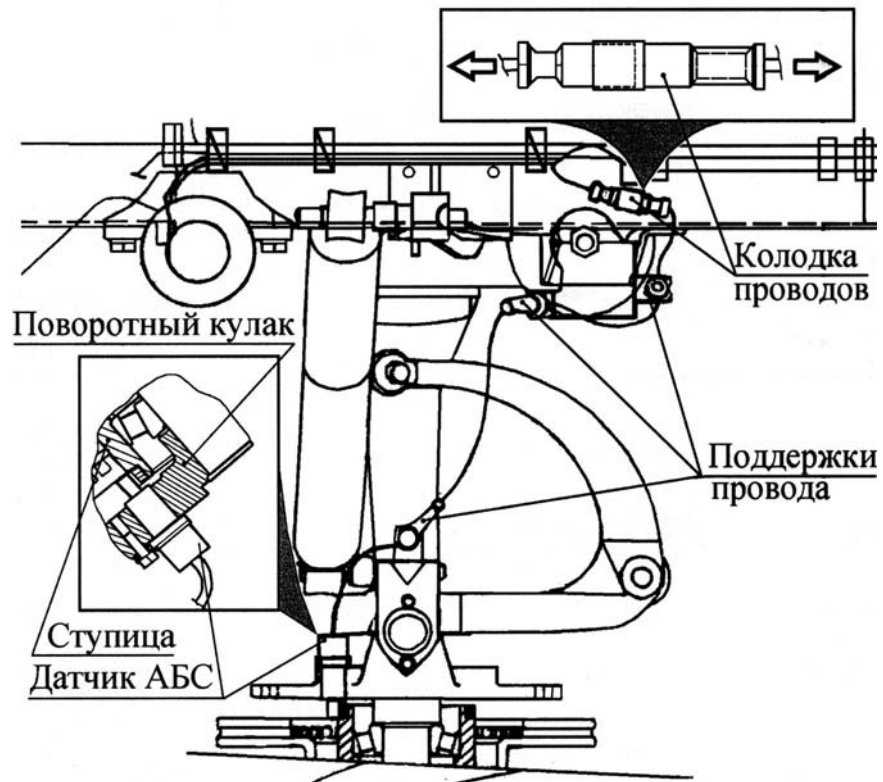

Рис. 8.3.13. Замена датчика ABS передних колес
- разъединить колодку проводов жгута АБС и датчика (рис. 8.3.13);